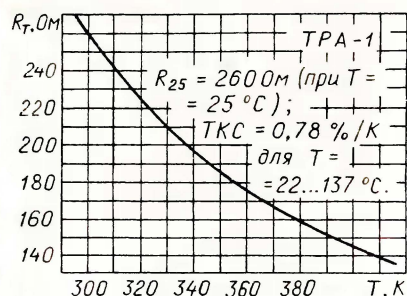

Рис. 2
На рис. 2 показана кривая, построенная по ф-ле (1) для терморезистора ТРА-1 сопротивлением 260 Ом при